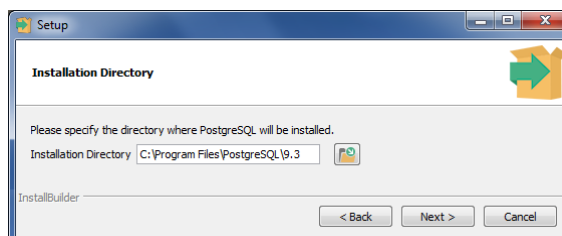

Рис. 3.4. Выбор папки для установки СУБД PostgreSQL
4. Выберите папку для установки СУБД PostgreSQL и нажмите кнопку *Next* (Рис. 3.4).